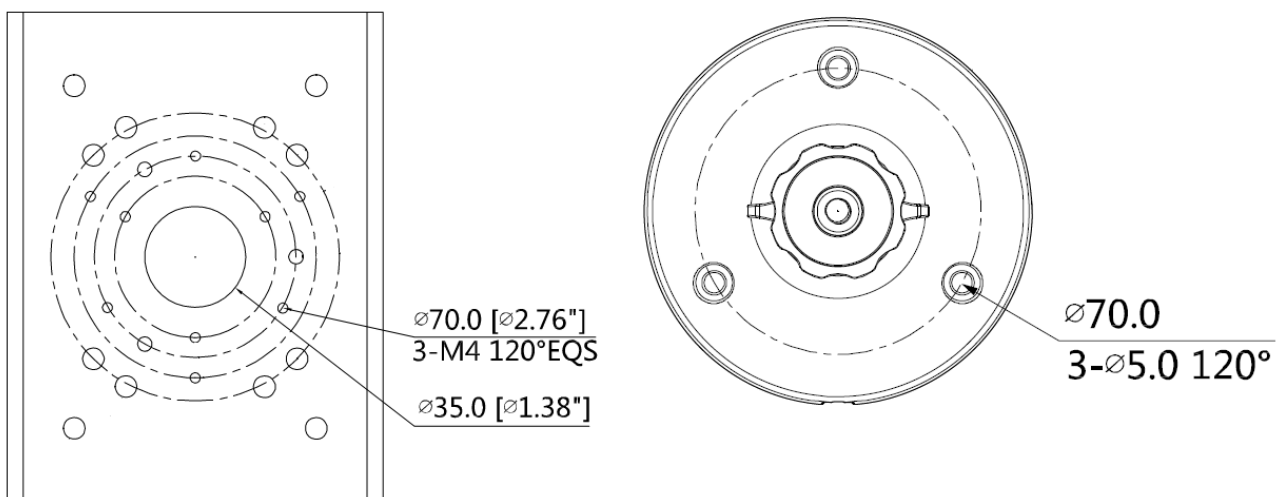

Рисунок 5.9 – Определение точек крепления кронштейна на установочной поверхности
1. Совместите монтажное основание кронштейна BR-101 с установочной поверхностью кронштейна BR-103 (Рисунок 5.9). Используя крепежные элементы из комплекта поставки кронштейна BR-101, закрепите его на установочную поверхность.